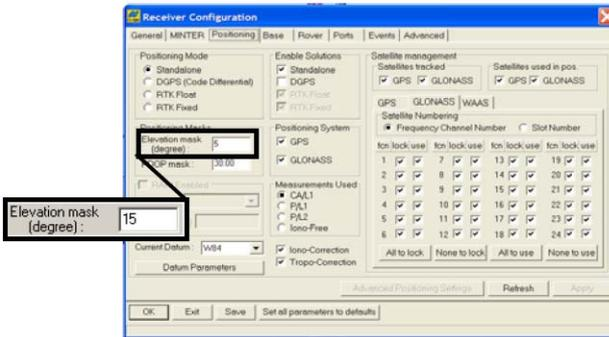

Figura 3-4. Configuración de posicionamiento del receptor. Máscara de elevación
6. Haga clic en la pestaña *Positioning* y ajuste *Elevation mask* a 15 (Figura 3-4), a continuación haga clic en **Apply**.